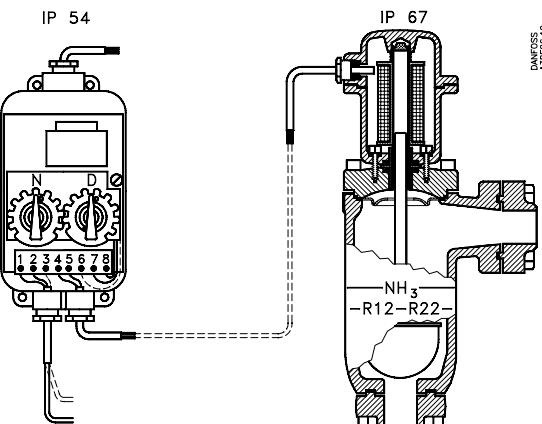

Fig. 1
- Niveaumærkerne 1 på svømmerhuset (fig. 1) viser middelniveauet for det anvendte kølemiddel.
El-tilslutning, fig. 1
Indstil niveau N og differens D (fig. 1, 6 og 7). Summen af skalaværdierne for niveau og differens kan højst være 5 (N + D = max. 5).
- The level marks 1 on the ball float (fig. 1) show the mean level for the refrigerant used.
Electrical connection, fig. 1
Set level N and differential D (figs. 1, 6 and 7).
- Niveaumarkering 1 im Schwimmergehäuse (Abb. 1) gibt die mittlere Einfüllmenge des Kältemittels an.
Elektrische Anschlüsse, Abb. 1
Niveau N und Differenz D (Abb. 1, 6 und 7) einstellen. Die Summe der Skalenwerte für Niveau und Differenz darf 5 nicht überschreiten (N + D = max. 5).
- Les repères de niveau 1 du flotteur (fig. 1) indiquent le niveau moyen de fluide frigorigène.
Raccordement électrique, fig. 1
Régler le niveau N et le différentiel D (fig. 1, 6 et 7).
- Las marcas de nivel 1 en la caja del flotador (fig. 1) indican el nivel medio del refrigerante utilizado.